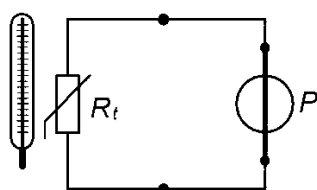

Рисунок 1 – Испытание термосопротивлений
2. Присоединить к выводам термосопротивления омметр (рисунок 1); включить электронагревательный прибор, поместить термосопротивление и ртутный термометр в нагреваемую среду. Снять показания омметра и термометра при различных значениях температуры. Построить в масштабе график изменения сопротивления от температуры  $R=f(t)$ .